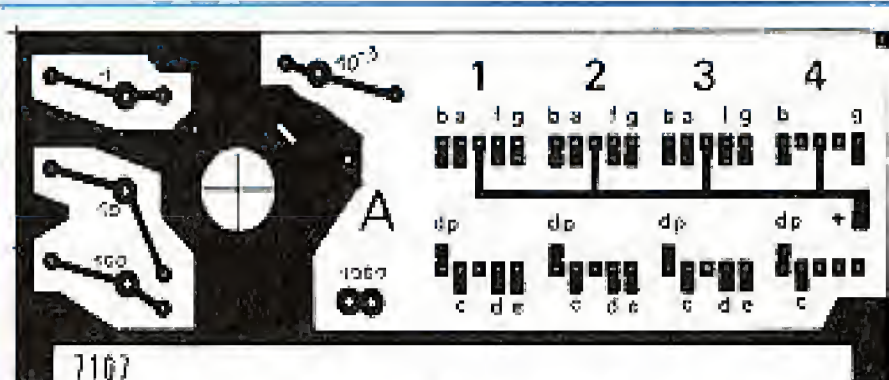

Fig. 14. - C.I. A.
**Le A :** figure 14. En époxy simple face de 15/10. Ce circuit porte les afficheurs, les shunts d'intensités et leurs ajustables. Il reçoit également le commutateur rotatif.